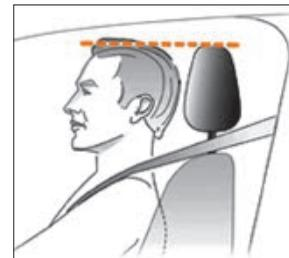

Рис. 2.2.2. Правильное положение подголовника
**Рабочее положение подголовников.** Для достижения максимальной защиты в случае ДТП верхний край подголовника должен находиться примерно на уровне верхней части головы (рис. 2.2.2).